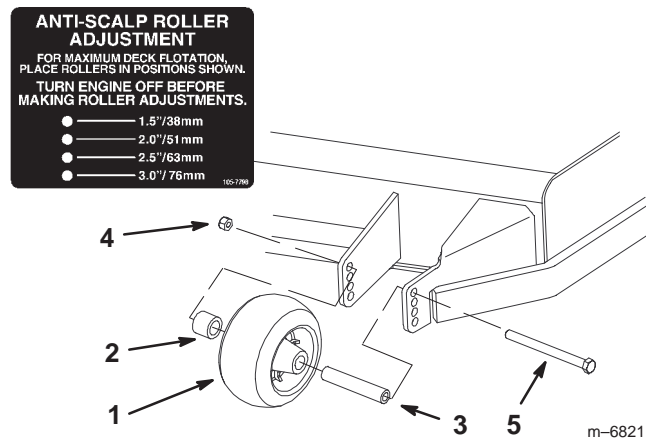

Figure 18
2. Après avoir réglé la hauteur de coupe, réglez les galets en retirant l'écrou à collerette, la bague, l'entretoise et le boulon (Figures 18, 19 et 20).
3. Choisissez le trou pour que le galet de protection du gazon se trouve le plus près possible de la hauteur de coupe correspondante voulue (Figures 18, 19 and 20).
4. Posez l'écrou à collerette, l'entretoise, la bague et le boulon. Serrez à 54–61 Nm (40–45 pieds-livre) (Figures 18, 19 et 20).